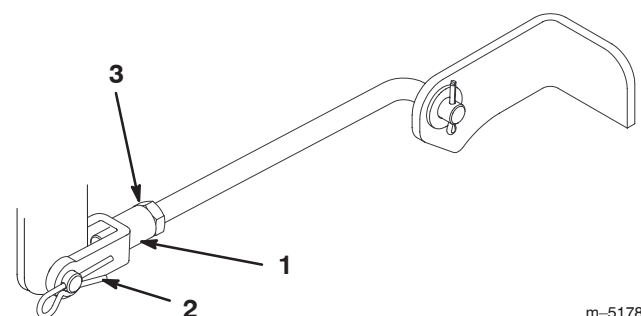

Figure 41
9. Pour régler l'inclinaison avant/arrière des lames, enlevez la goupille fendue des chapes des tourillons avant et desserrez les contre-écrous (Fig. 41).
10. Tournez les chapes sur les tourillons pour modifier le réglage (Fig. 41). Serrez les chapes (raccourcissez les tourillons) pour relever l'avant du plateau, et desserrez-les (allongez les tourillons) pour abaisser l'avant du plateau.